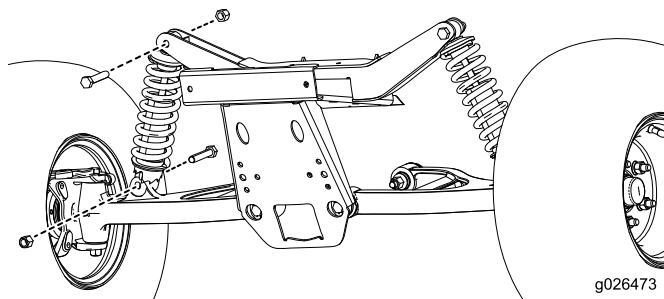

Figura 2
2. Retire os conjuntos de amortecedores atuais como se mostra na Figura 2.